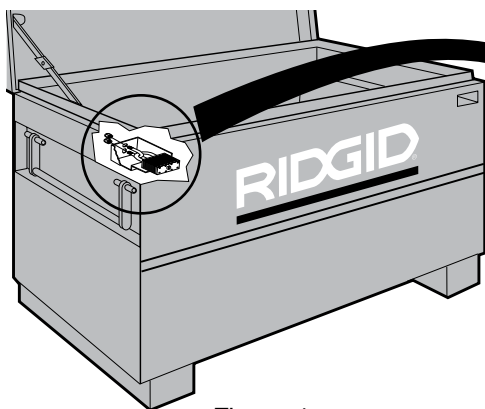

Figura 1
2. Deslice el candado a través del alojamiento para candado, ubicado en la parte delantera de la caja (figura 1).